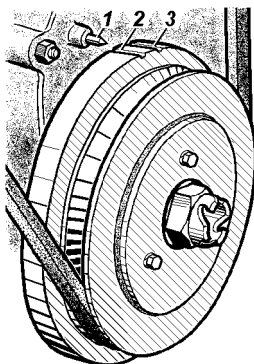
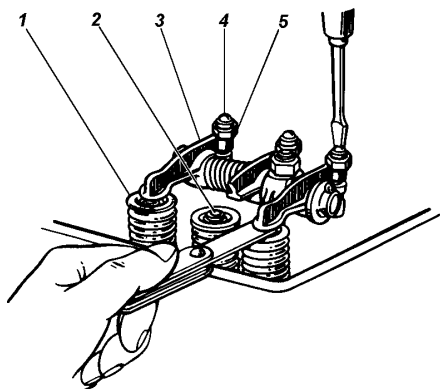

Рис. 4.10. Установочные метки на шкиве-демпфере коленчатого вала двигателей УМЗ:
Рис. 4.12. Регулировка зазора между коромыслом и клапаном:
- установить поршень первого цилиндра по метке на шкиве-демпфере коленчатого вала (рис. 4.10, 4.11) в ВМТ при такте сжатия и щупом проверить зазор между коромыслами и 1, 2, 4, 6 клапанами. При неправильном зазоре с помощью регулировочного винта установить зазор по щупу (рис. 4.12), после чего, поддерживая отверткой регулировочный винт, затянуть контргайку и проверить правильность зазора;